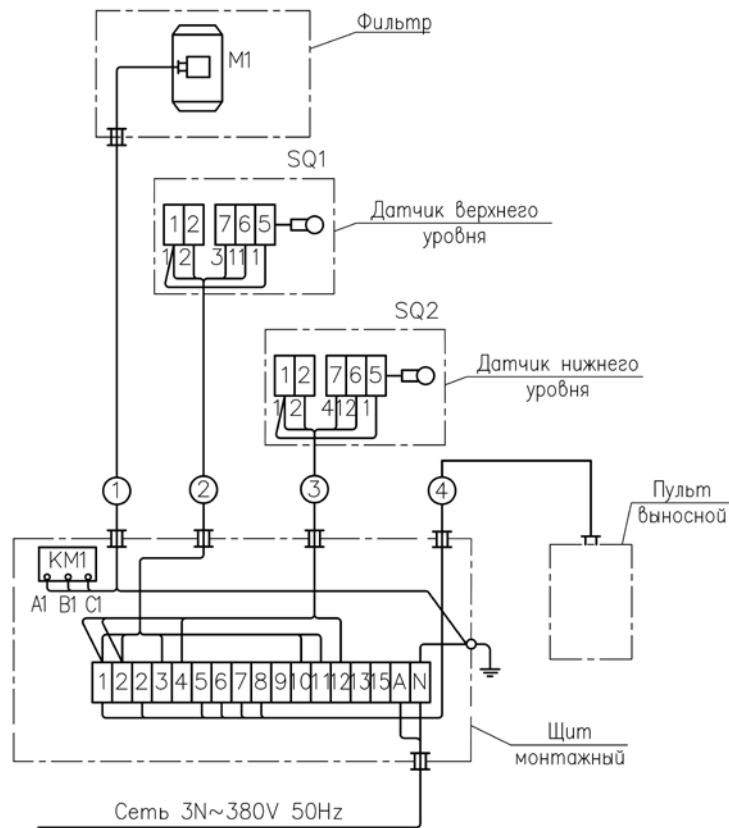

Рис.3 Схема электрическая подключения
3. Подвести электропитание 380в с заземленной нейтралью для подключения электрооборудования силоса в соответствии с электрической схемой рис.3.
Схема подключения электрооборудования представлена на рис.3.